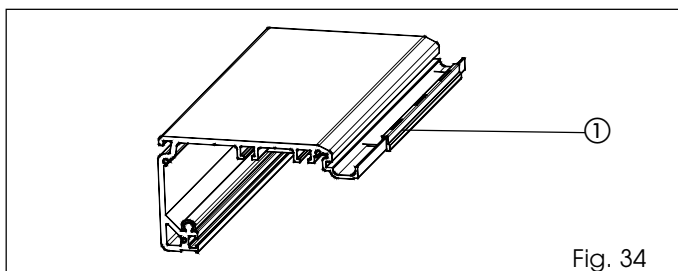

Fig. 34
• Monter sur le bord externe du profilé de support 3 entretoises (fig. 34 réf. ①), en les positionnant aux extrémités et au centre.